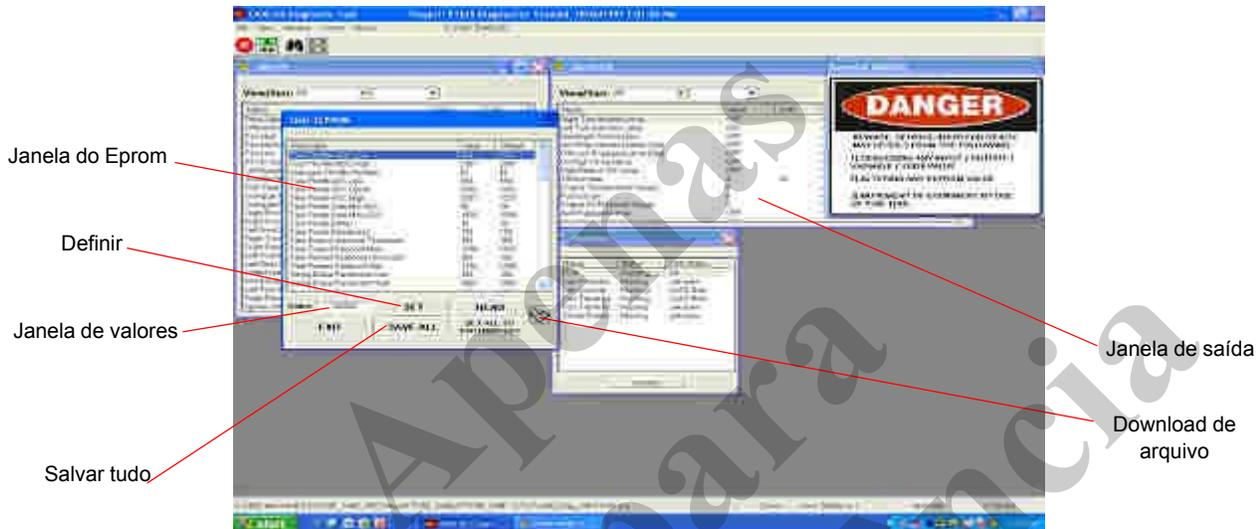

FIGURA 2-8
2. Conecte o laptop no conector de diagnóstico da cabine e exiba as configurações do Eprom (Figura 2-8). Organize as janelas de modo que seja possível visualizar os valores da janela do Eprom e da janela Saída.